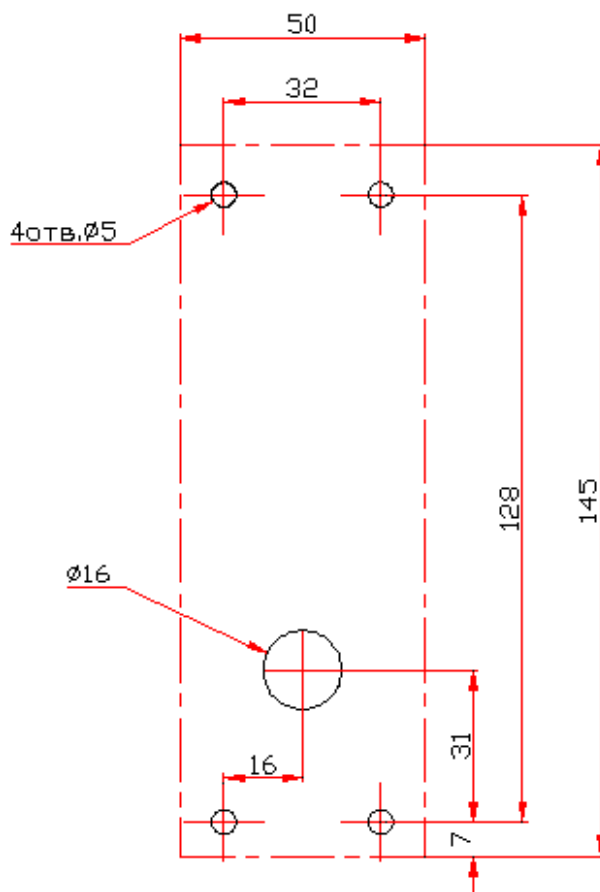

Рис. 2 Разметка отверстий для установки считывателя
5.3. Произведите разметку и разделку отверстий на установочной поверхности для крепления металлического основания и проводки кабеля от считывателя (см. рис. 2).